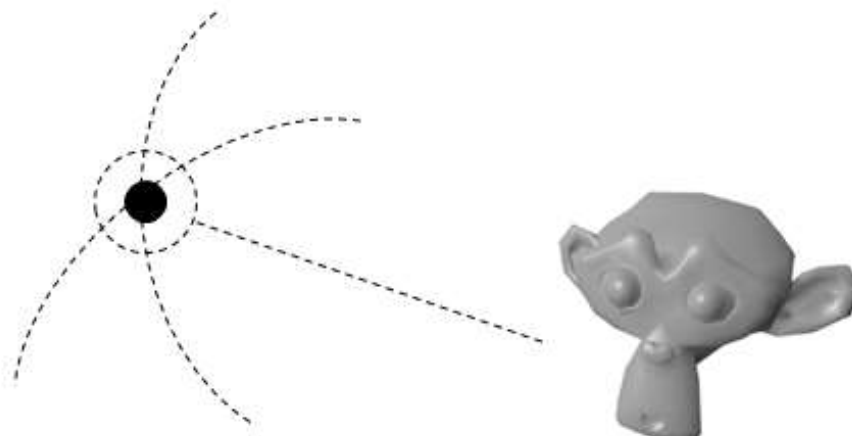

Рис. 26.4
**Полусфера** – источник, моделирующий рассеянный свет от большой полусферы (рис. 26.4). Такой световой поток содержит лучи разных направлений, поэтому освещение получается значительно мягче, чем при солнечном свете. Источники типа **Полусфера** можно использовать для подсветки теневых частей объектов. При освещении объекта таким источником падающей тени от объекта не будет.